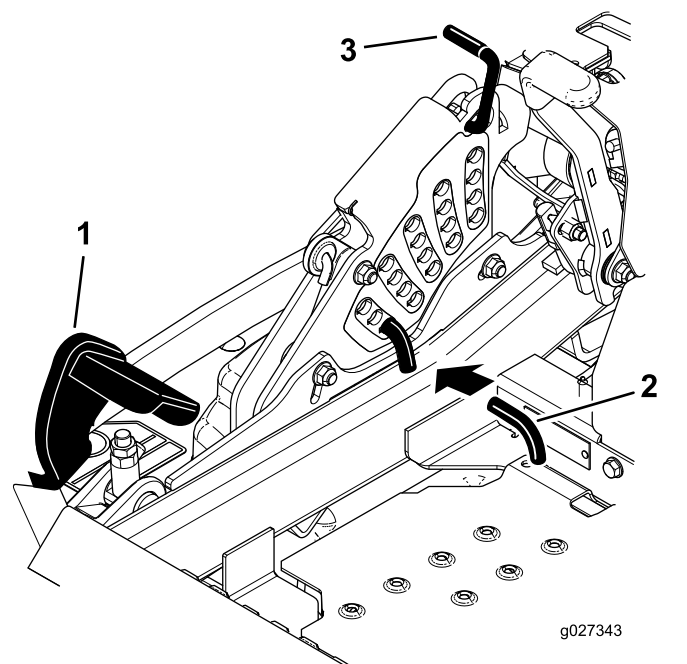

Figura 116
5. Empuje el pedal de elevación de la carcasa hacia delante del todo; la carcasa se enganchará en la posición de transporte de 14 cm (5½") (Figura 116).